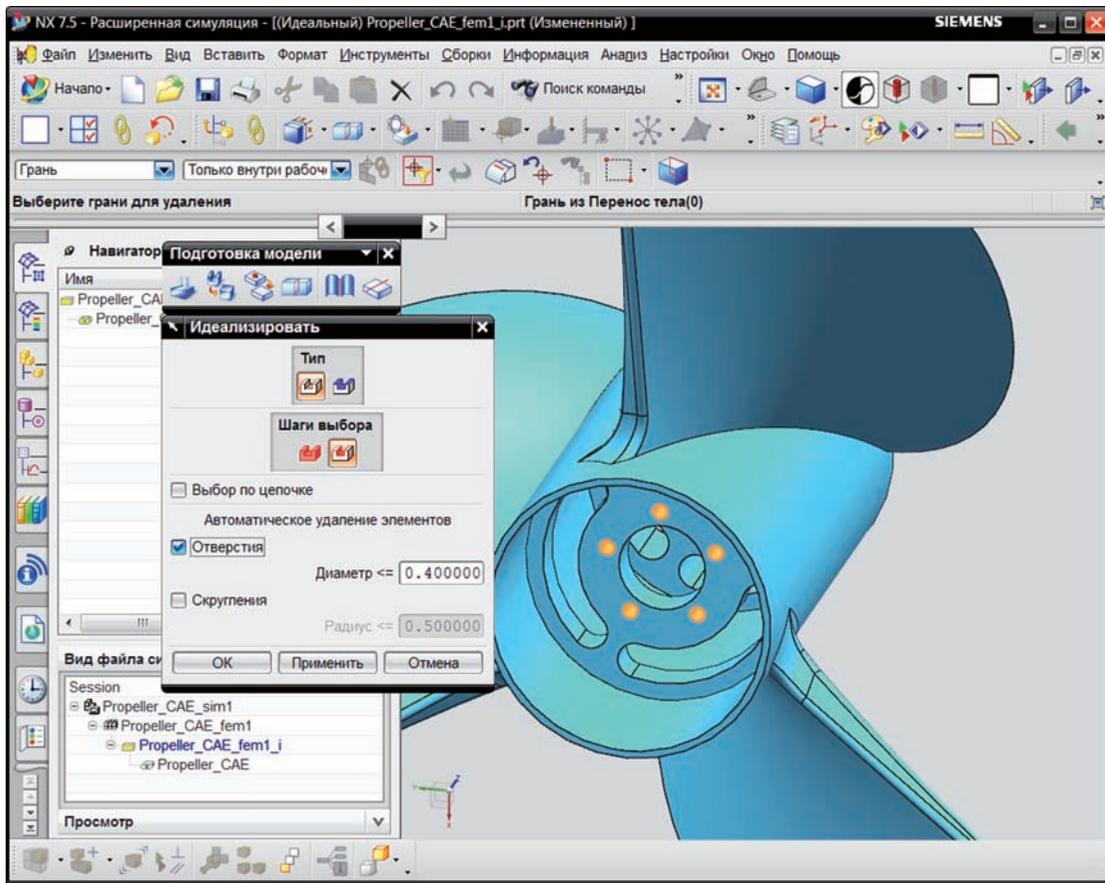

Рисунок 8.20
2.2. Для удаления отверстий выполните команду **Идеализировать модель (Idealize Geometry)** (панель инструментов **Подготовка модели (Model Preparation)**), выберите тело, в диалоговом окне включите опцию **Отверстия (Holes)**. В выбранном теле подсветились все отверстия, диаметр которых меньше заданного (рис. 8.20). Нажмите **ОК**.